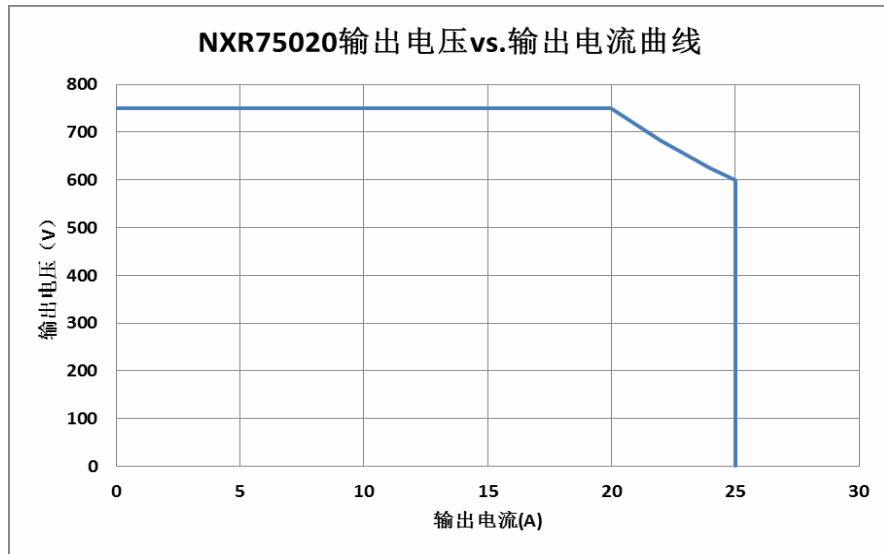

图 1-2 NXR75020 输出电压 vs. 输出电流的关系曲线
1) NXR75020 额定输入电压时, 模块允许输出功率为 15kW, 模块输出电压与输出电流的关系如图 1-2 所示。